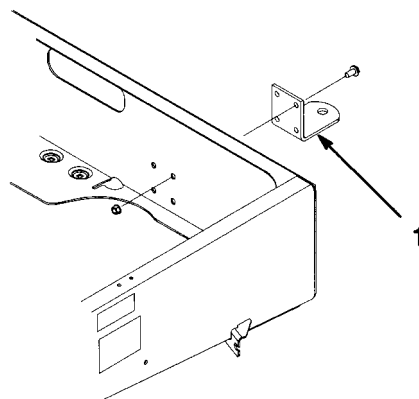

図 7
2. フレームのヒッチ取り付け穴に合わせ、取り外したネジ類を使ってヒッチを取り付ける（図 7）。